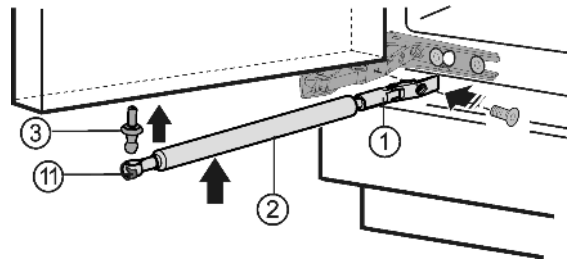

Fig. 5
- ▶ шаровую головку Fig. 5 (3) в новое крепежное отверстие с моментом 4 Нм (Torx® 25).
- ▶ Снова сдвиньте натяжную пружину Fig. 5 (11) внутрь.
- ▶ Прикрутите держатель Fig. 5 (1) с моментом 3 Нм.
- ▶ Вставьте амортизатор закрывания дверей Fig. 5 (2) в шаровую головку.